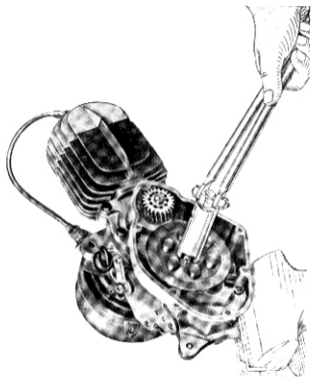

Fig. 9 - Come viene estratto il disco mobile della frizione
- mediante apposito estrattore il disco mobile della frizione con unite le molle e il piattello d'appoggio molle (vedere fig. 9);